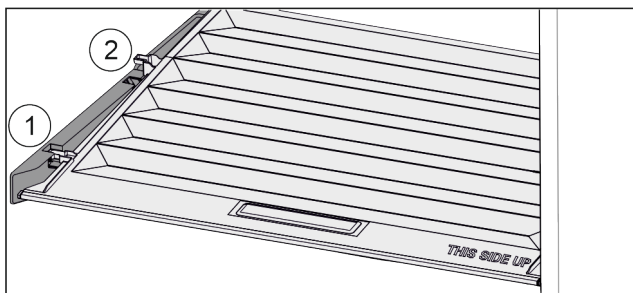

Fig. 35
- ▶ Vytáhněte víko dopředu až k otvoru v přídržných dílech Fig. 35 (1).
- ▶ Vzadu zespuďte nadzvedněte a vyjměte směrem nahoru Fig. 35 (2).